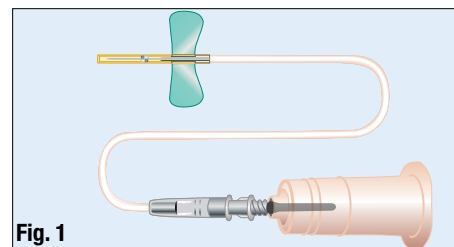

Fig. 1
4. Vissez le raccord dans le barillet (fig. 1).